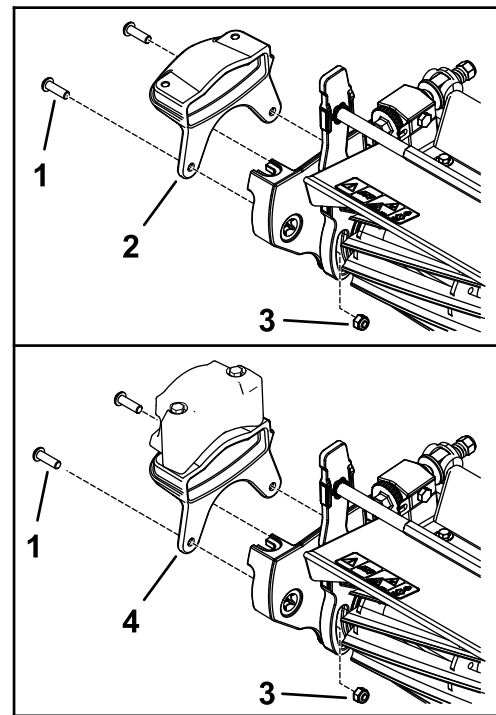

Figura 10
1. Sujete el nuevo peso al lado de la unidad de corte con 2 pernos (5/16") y 2 tuercas (5/16"), tal y como se muestra en la Figura 10.